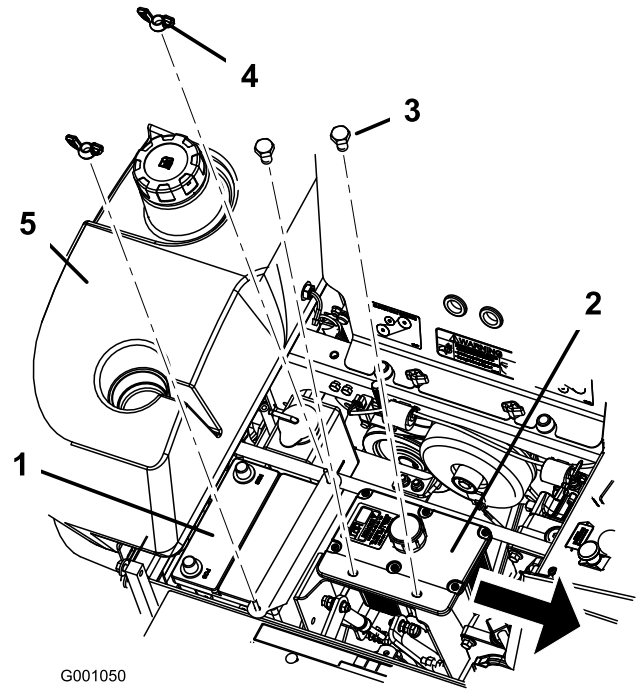

Bild 49
1. Legen Sie die Batterie in den Ständer, sodass die Klemmen auf der anderen Seite des Hydraulikbehälters sind (Bild 49).
6. Befestigen Sie die Batterie mit J-Schrauben, einer Halteschelle, 2 Scheiben (1/4") und 2 Flügelmutter (1/4") (Bild 49).
6. Entfernen Sie beide Flügelmutter (1/4"), mit denen die Batterieschelle befestigt ist (Bild 49).
7. Entfernen Sie die zwei Schrauben, mit denen der Hydraulikbehälter befestigt ist (Bild 49).